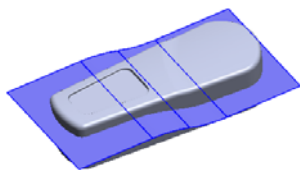
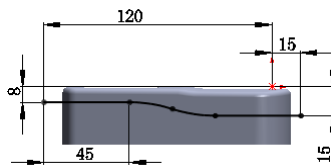

图 5.12.31 曲面-拉伸 5
图 5.12.32 横断面草图
Step26. 创建图 5.12.31 所示的零件特征——曲面-拉伸 5。选择下拉菜单 **插入(I)** → **曲面(S)** → **拉伸曲面(E)...** 命令，系统弹出“拉伸”对话框；选取右视基准面为草图基准面，绘制图 5.12.32 所示的横断面草图，建立相应约束并修改尺寸，然后选择下拉菜单 **插入(I)** → **退出草图** 命令，此时系统弹出“曲面-拉伸”对话框；采用系统默认的拉伸方向；在“曲面-拉伸”对话框 **方向 1** 区域的下拉列表中选择 **给定深度** 选项，输入深度值 40.0；在 **方向 2** 区域的下拉列表中选择 **给定深度** 选项，输入深度值 40.0；单击对话框中的 **✓** 按钮，完成曲面-拉伸 5 的创建。